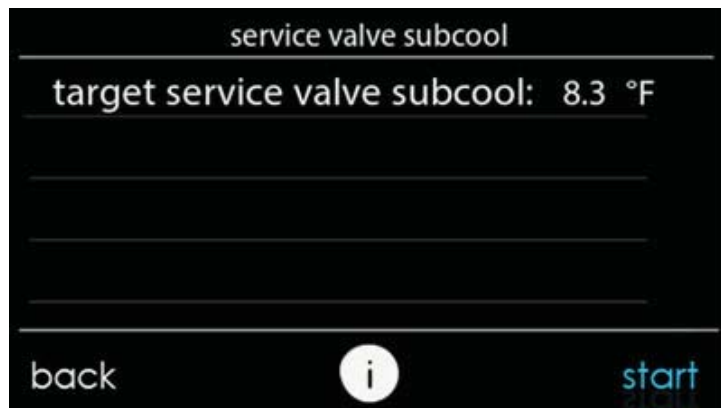

Fig. 13 – Objetivo de subenfriamiento de la válvula de servicio de líquido A200032
6. La siguiente pantalla mostrará el subenfriamiento objetivo que se debe alcanzar durante la carga (consulte la Fig. 13). Antes de seleccionar "Start" (Iniciar), compruebe que las válvulas de servicio estén abiertas.